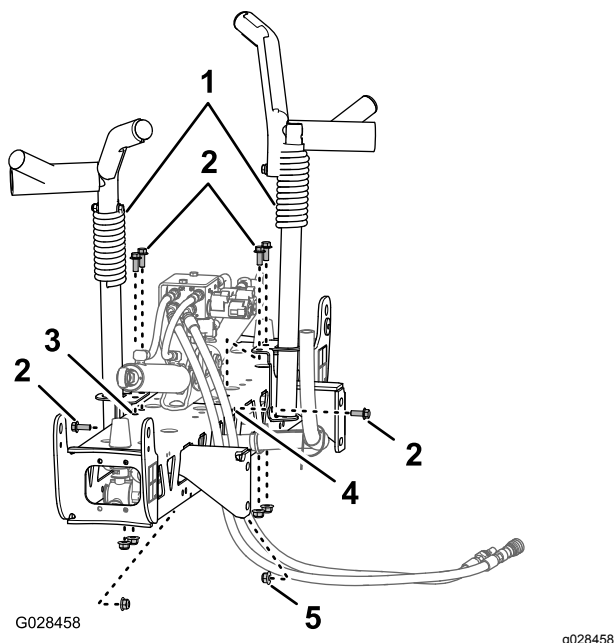
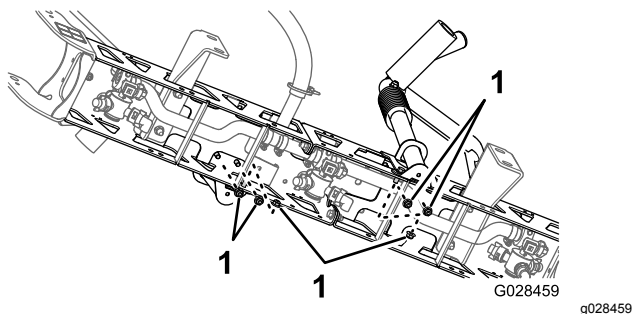

Figura 37
Figura 38
2. Alinhe as cavidades de transporte da rampa com a secção da rampa central (Figura 37).
3. Monte as cavidades na secção da rampa (Figura 37 e Figura 38) com seis parafusos (3/8 pol. x 1 pol.) e seis porcas de bloqueio flangeadas (3/8 pol.).